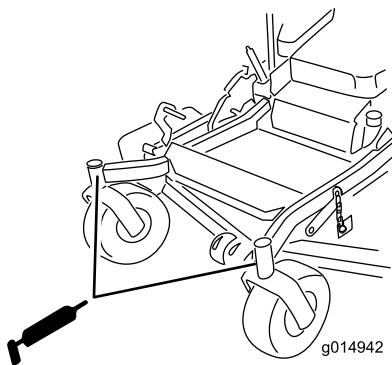

Figura 34
7. Togliete l'ingrassatore Zerk dal foro. Montate il tappo esagonale e lo scodellino parapolvere (Figura 34).